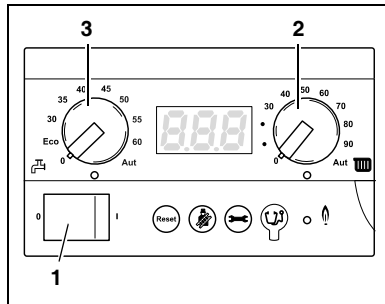

Fig. 18 Regolatore di base BC10
- Ruotare le due manopole del regolatore di base BC10 (fig. 18, **pos. 2** e **pos. 3**) nelle posizioni desiderate (vedere al capitolo 3.2.1 e 3.2.2, da pagina 30).
- Attivare l'interruttore di esercizio (fig. 18, **pos. 1**) del BC10 (posizione "1").